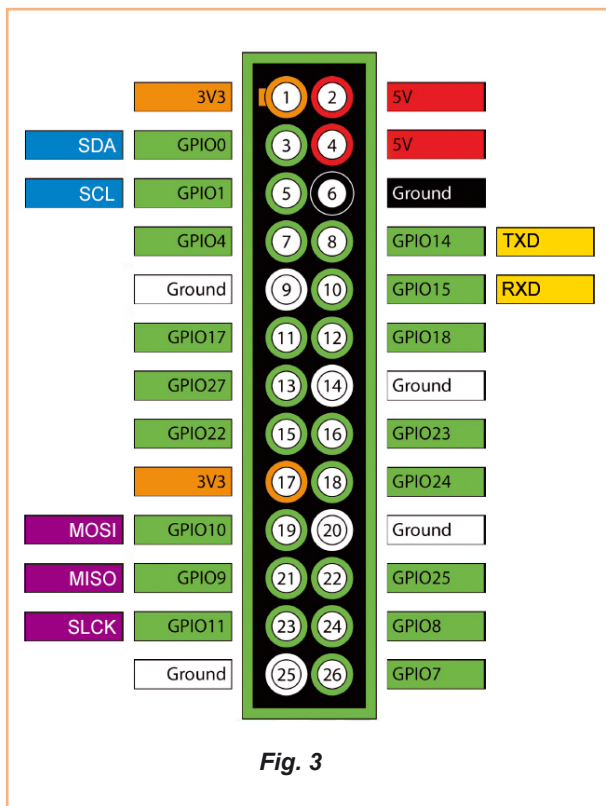

Fig. 3
- **Pin strip maschio a 9 e 8 poli:** montati dallo stesso lato del connettore a 26 poli rendono disponibili sulla scheda tutte le restanti linee GPIO della Raspberry (in **Fig. 3** è riportata la pin-out del connettore GPIO a 26 pin della Raspberry modello B rev.2).